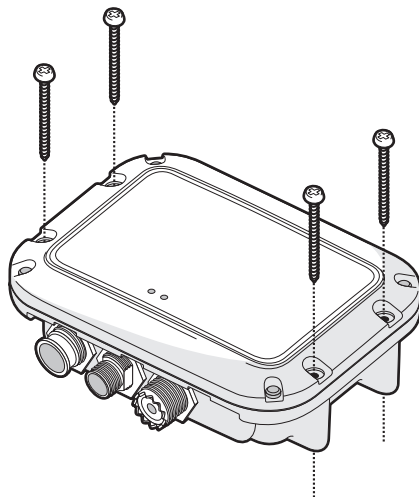

Abbildung 6 AIS-Empfänger Montage
- Das Produkt ist mit vier selbstschneidenden Schrauben ausgestattet, um den AIS-Empfänger mit der Zapfenhalterung auf einer geeigneten Oberfläche zu befestigen. Weitere Informationen hierzu finden Sie in Abbildung 6.